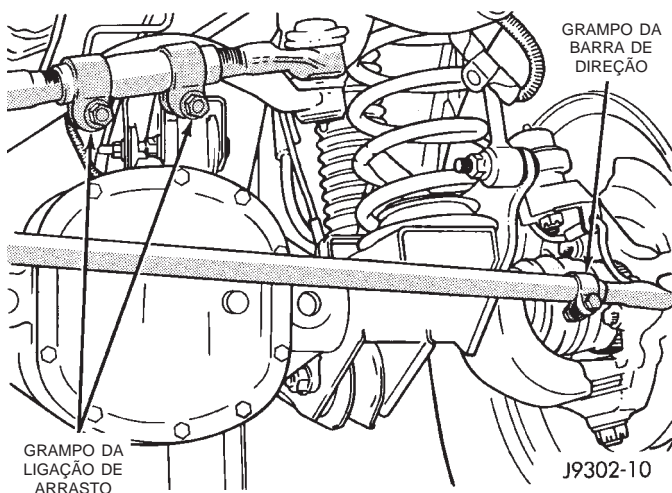

Fig. 4 Grampos da Barra de Direção/Ligação de Arrasto
- (1) Rosqueie a extremidade da barra de direção dentro do tubo e posicione o grampo na sua posição original (Fig. 4). Aperte os parafusos do grampo com um torque de 27 N·m (20 pés-lb.).
- (2) Instale a barra de direção na ligação de arrasto e articulação da direção. Instale as porcas de retenção.
- (3) Aperte as porcas das juntas esféricas nas articulações da direção com um torque de 47 N·m (35 pés-lb.). Aperte as porcas das juntas esféricas na ligação de arrasto com um torque de 88 N·m (65 pés-lb.). Instale os novos contrapinos.